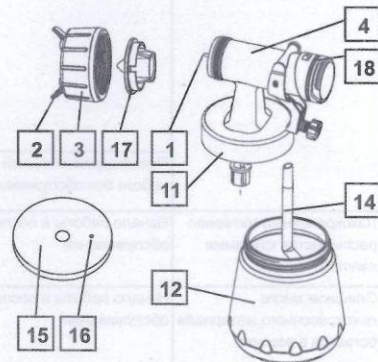

Рис. 11
7. Отвинтите бак для краски 12 (см. рис.11). Вылейте из него остатки промывочной жидкости. Выньте из держателя бака 11 всасывающую трубку 14 и уплотнитель 15. Отвинтите гайку 3 и выньте смеситель 17. Очистите снятые детали, а также иглу форсунки 1 и корпус распылителя от остатков лакокрасочного материала влажной тряпкой, смоченной в промывочной жидкости. Обратите внимание на чистоту каналов для краски со стороны держателя бака, регуляторов 2 и смесителя 17.